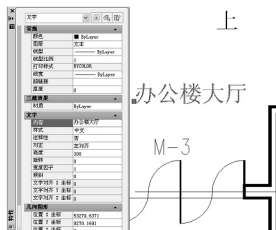

图 3.15 利用【对象特征管理器】修改文字
(1) 选择菜单栏中的【修改】|【特性】命令，打开【对象特征管理器】，或单击【标注】工具栏上的  图标，或在命令行输入“Pr”并按 Enter 键后则打开【对象特征管理器】。
(2) 在无命令的状态下单击选择“办公楼大厅”，此时【对象特征管理器】内左上方下拉列表内出现【文字】选项，并且在【对象特征管理器】中列出“办公楼大厅”字体的属性描述，如图 3.15 所示，包括文字样式、文字高度、文字内容等，在这里可对其所有属性进行修改。